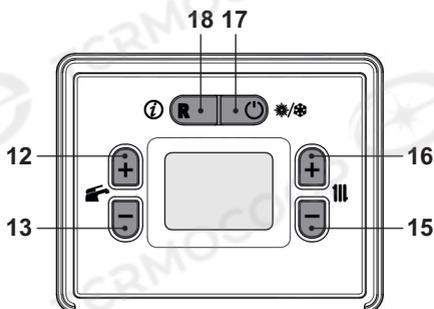

Figura 5.41
- Utilizzando i tasti 15 o 16 (Figura 5.41) è possibile modificare il valore del parametro A02:
- Premendo il tasto 12 o 13 (Figura 5.41) si ottiene la conferma del valore inserito e si ritorna alla lista parametri (Figura 5.42).
- Premendo il tasto 17 (Figura 5.41) si esce dalla "modalità programmazione".